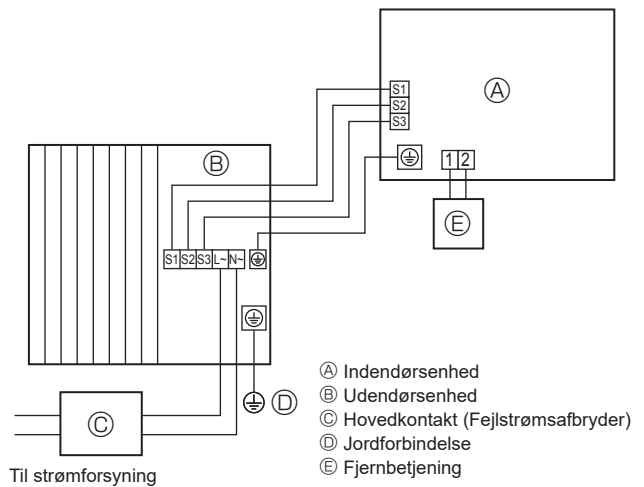
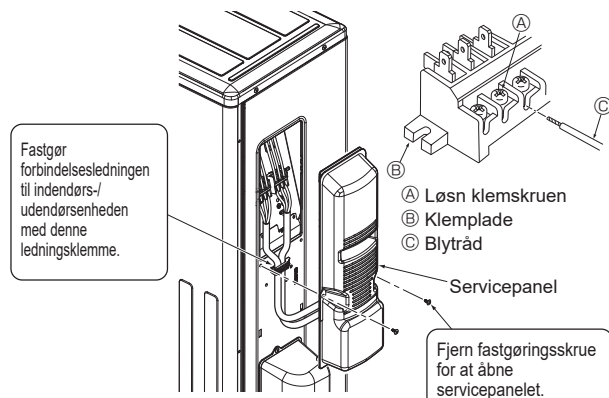

Fig. 6-1
Fig. 6-3
6.1. Udendørsenhed (Fig. 6-1, Fig. 6-2, Fig. 6-3)
① Fjern servicepanelet.
② Træk kablerne som vist i Fig. 6-1, Fig. 6-2, og Fig. 6-3.